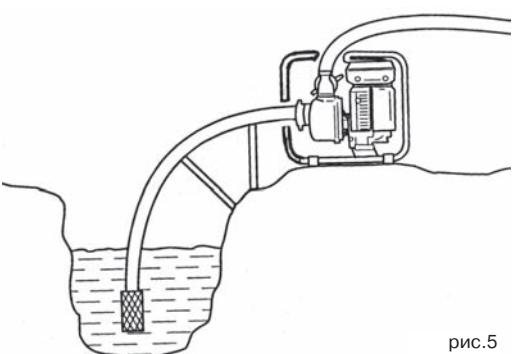

рис.5
6.7. Установить мотопомпу в водоем (емкости); опустить фильтр всасывающего рукава в водоем, обеспечив вертикальное положение фильтра, как показано на рис. 5; отвернуть пробку 11; залить через воронку чистую воду до полного заполнения внутренних полостей насоса. Напорный рукав патрубка при этом должен быть выше на 70-100 мм от корпуса насоса. Признаком полного заполнения является отсутствие выхода воздушных пузырьков из корпуса. Плотно, от руки, заверните пробку 11.
- 1) установить мотопомпу как показано на рис. 5;